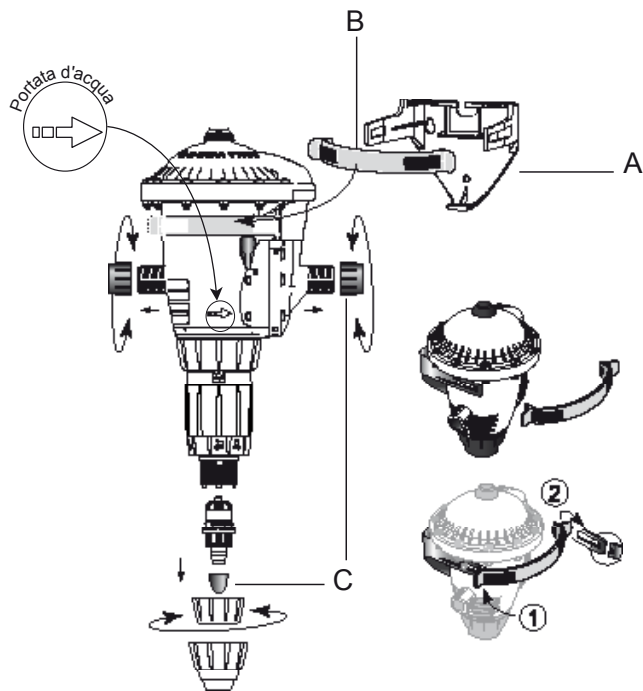

Fig. 1
- un supporto murale (**Fig. 1-A**) ed una cinghia (**Fig. 1-B**),
Rimuovere i tappi di protezione (**Fig. 1-C**) che ostruiscono gli orifizi del suo DOSATRON prima di collegarlo alla rete d'acqua.